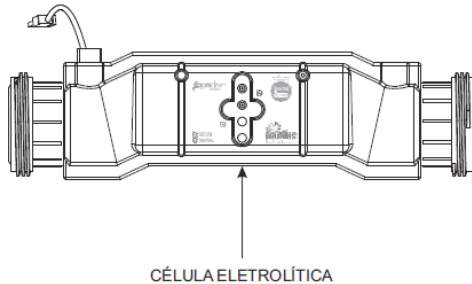

Figura 3
2. Célula Eletrolítica: produzida em titânio (**figura 3**), um dos materiais mais resistentes à corrosão causada por quase todos os tipos de produtos (inclusive o cloro), que tem como finalidade “quebrar” as moléculas de sal (Cloreto de Sódio NaCl) e água (H₂O) e reagrupá-las, transformando-as em Hipoclorito de Sódio (NaClO), um agente com alto poder bactericida. Essa “quebra de moléculas” se faz através de um processo de eletrólise, que ocorre entre as placas de titânio, quando elas recebem uma determinada corrente elétrica.